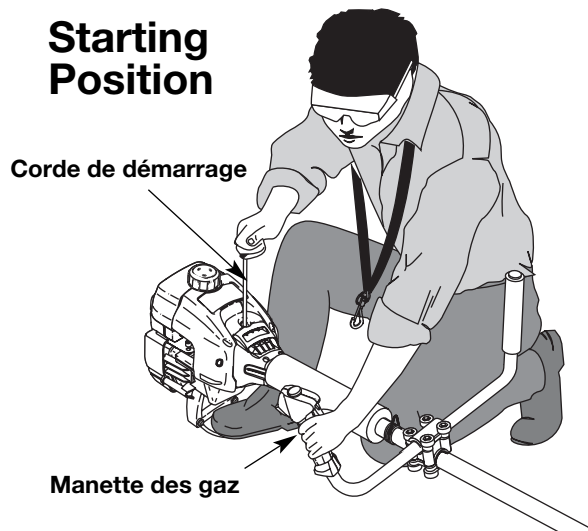

Fig. 17
5. Avec la machine au sol, placez un pied sur la plaque métallique prévue pour que la machine reste en place (Fig. 17). Appuyez sur le verrouillage des gaz tandis que vous appuyez sur la commande des gaz. Tirez le lanceur jusqu'à 5 reprises.